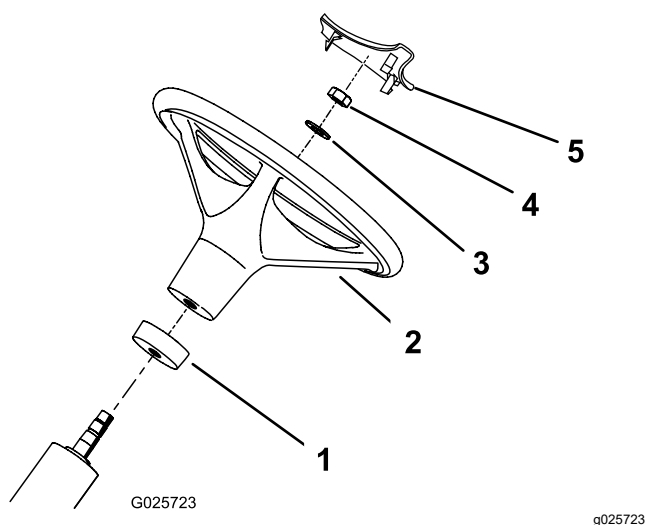

Figure 3
2. Glissez la bague en mousse sur l'arbre de direction (Figure 3) en commençant par la petite extrémité.
3. Glissez le volant sur l'arbre de direction (Figure 3).
4. Fixez le volant à l'arbre de direction avec une rondelle et un contre-écrou (Figure 3).
6. Appuyez sur le couvre-moyeu pour le mettre en place sur le volant (Figure 3).